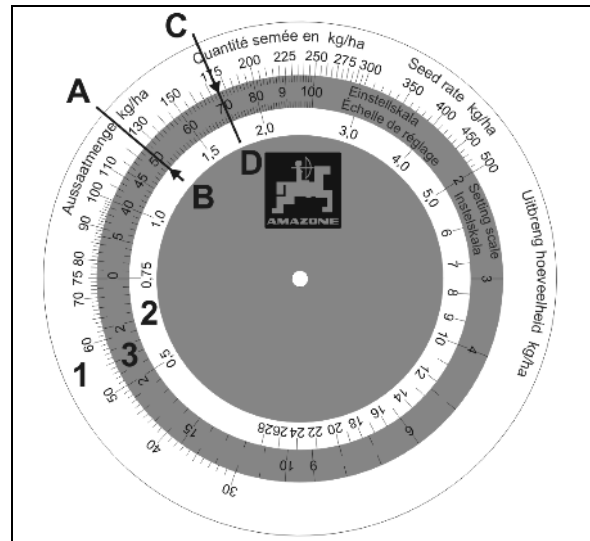

Fig. 84
Die Rechenscheibe besteht aus drei Skalen: einer äußeren weißen Skala (Fig. 84/1) für alle Ausbringungsmengen über 30 kg/ha und einer inneren weißen Skala (Fig. 84/2) für alle Ausbringungsmengen unter 30 kg/ha. Auf der mittleren, farbigen Skala (Fig. 84/3) sind die Getriebestellungen von 1 bis 100 angegeben.
2. Die Ausbringungsmenge **125 kg/ha** (Fig. 84/A) und die Getriebestellung **50** (Fig. 84/B) auf der Rechenscheibe übereinander stellen.
3. Lesen Sie nun auf der Rechenscheibe die Getriebestellung für die gewünschte Ausbringungsmenge von **175 kg/ha** ab (Fig. 84/C). In unserem Beispiel ist das die Getriebestellung **70** (Fig. 84/D).